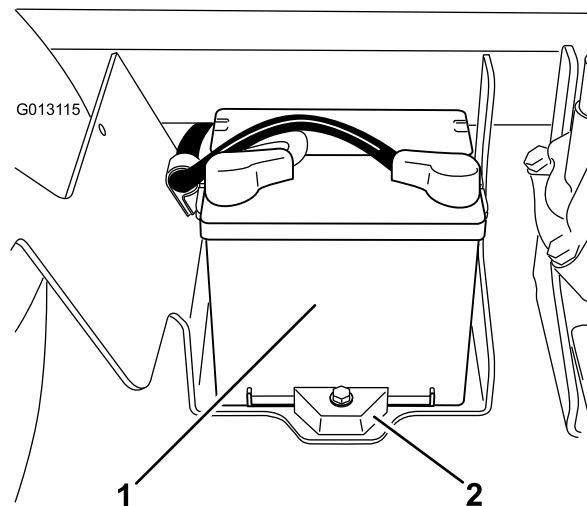

Figure 57
2. La batterie est située sur le côté droit de la machine, derrière la pompe (Figure 57).
5. Retirez le dispositif de retenue et les fixations de la batterie (Figure 57).
2. Posez le dispositif de retenue de la batterie et serrez-le avec les fixations retirées précédemment (Figure 57).
4. Posez le couvercle de la batterie et fixez-le à l'aide des 2 boutons (Figure 57).
1. Desserrez les boutons sur les côtés du bac de la batterie et enlevez le couvercle de la batterie (Figure 57).